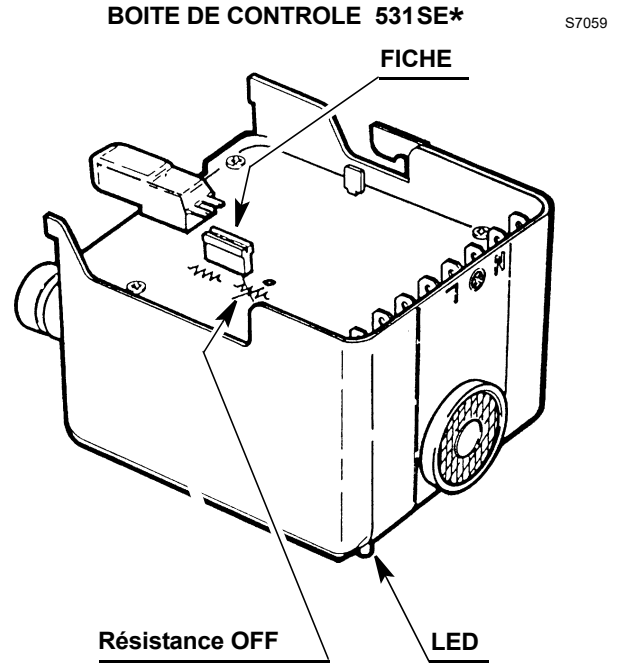

Fig. 20
- ▶ Si le moteur ne démarre pas ça signifie que le défaut n’est ni dans le retardateur ni dans la résistance, mais ailleurs (Fig. 20).